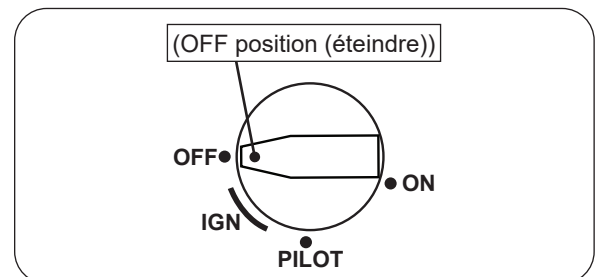

Fig. 50-2 Arrêt du pilote
- Localisez la vanne sur le côté de l'unité. Pousser le bouton d'allumage et tourner dans le sens des aiguilles d'une montre  sur **OFF** (éteindre) (voir Fig.50-2).
Appuyez légèrement sur le bouton de contrôle et tournez-le dans le sens des aiguilles d'une montre  pour **OFF** (éteindre). Ne force pas. Voir Fig.50-2.